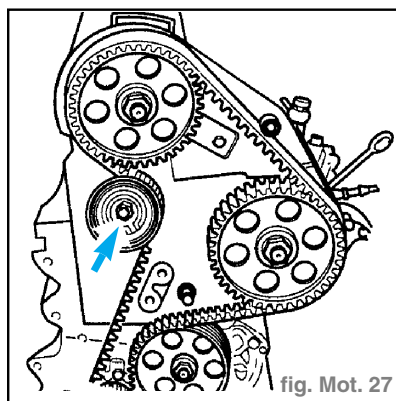

fig. Mot. 27
- Desserrer l'écrou du galet-tendeur (flèche) (fig. Mot. 27).